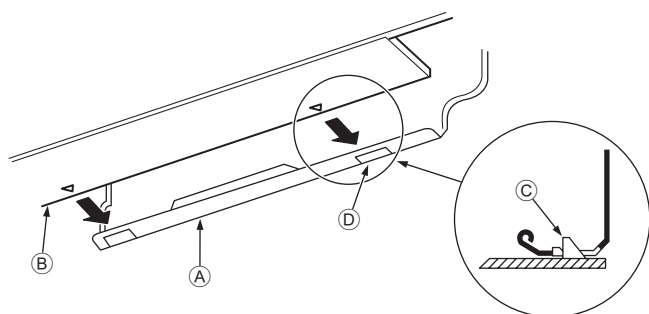

Fig. 3-10
3. Terwijl u de koelleiding en de afvoerleiding in het gat in de muur steekt, hangt u de bovenzijde van de binnenunit aan de ophangplaat ①.
5. Duw vervolgens het onderste gedeelte van de binnenunit op de ophangplaat ① om het apparaat te bevestigen. (Fig. 3-10)
- * Controleer of de knoppen aan de onderzijde van de binnenunit stevig in de ophangplaat ① zijn bevestigd.